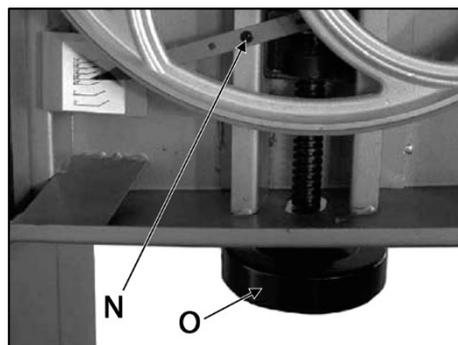

Рисунок 10.
Полностью поднимите верхнюю направляющую пильного полотна. Принимая во внимание ширину пильного полотна, поворачивайте рукоятку (О) (рис. 10) до достижения необходимого результата. Поворачивая ее по часовой стрелке, вы уменьшаете натяжение полотна, а против часовой стрелки – увеличиваете.
Индикатор натяжения (N) пильного полотна (рис. 10) можно настроить на различные виды полотен. При умеренном натяжении пильного полотна, открутите установочный винт и отрегулируйте индикатор. Затяните установочный винт.